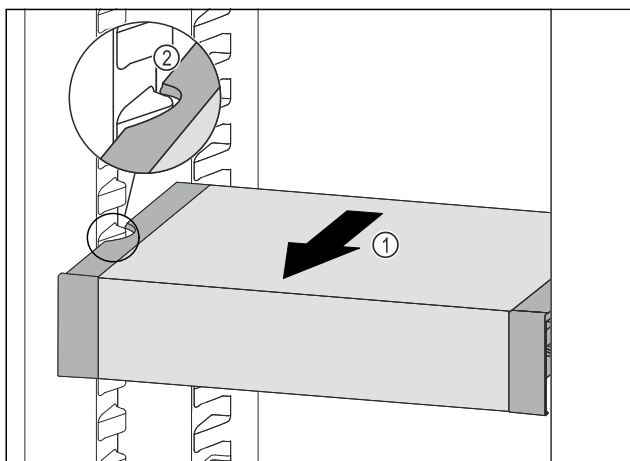

Fig. 96
- ▶ 向前拉动 VarioSafe Fig. 96 (1)，直至 VarioSafe 的侧部凹槽与冷藏区中的容器肋梁持平。 Fig. 96 (2)